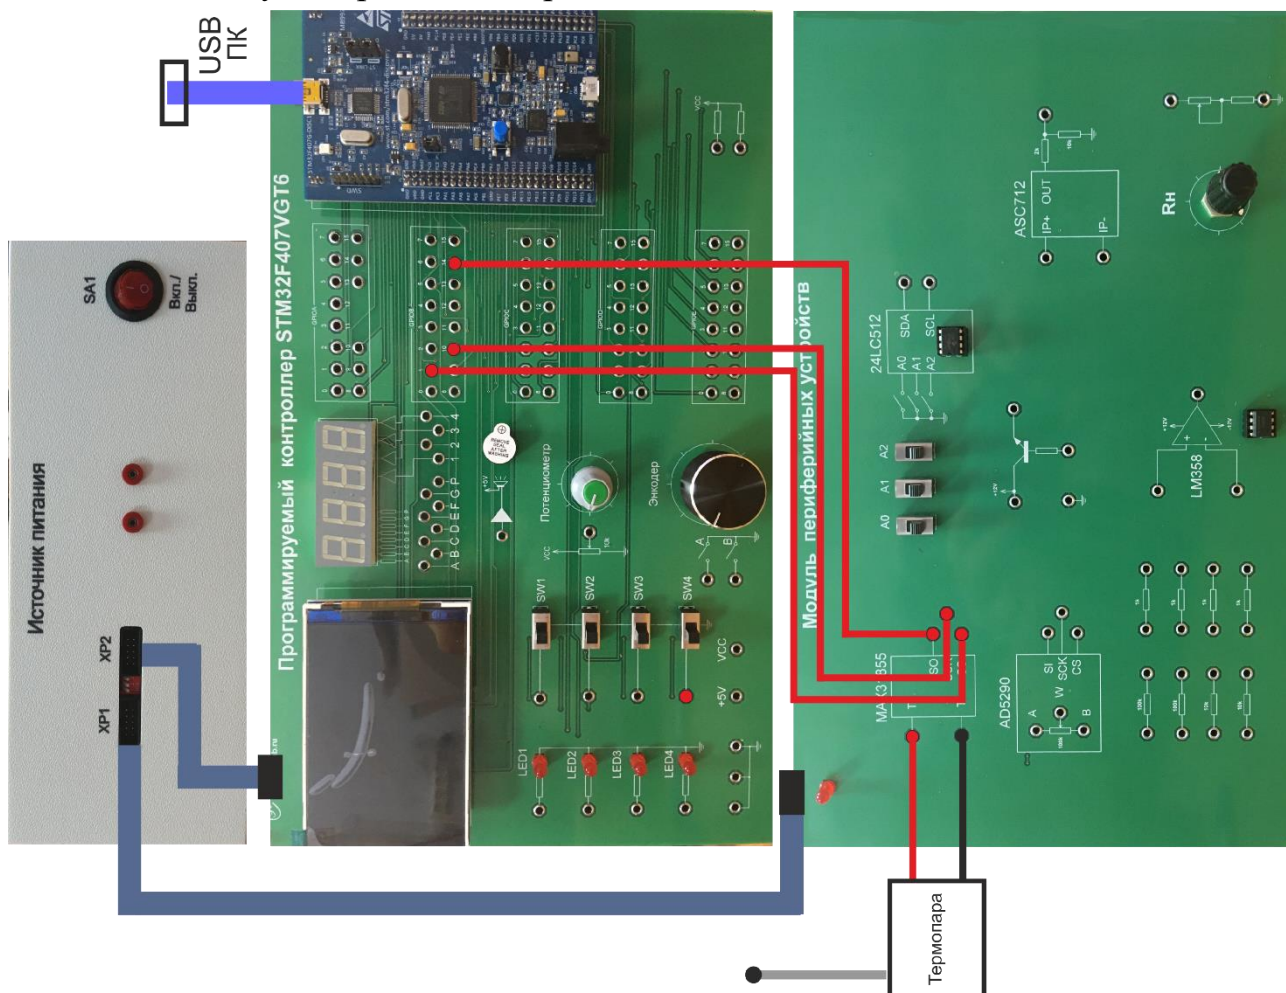

Рисунок 47. Схема соединений
5. Изучите схему, представленную на рис. 47. Подсоедините кабель mini-USB к контроллеру.